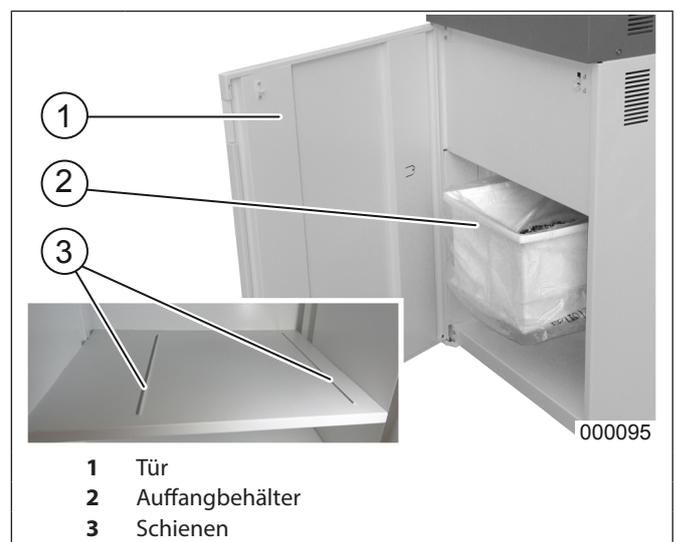

Abb. 5 Auffangbehälter
2. Plastiksack in den Auffangbehälter (Abb.5/2) einsetzen.
Entleeren Sie den Auffangbehälter (Abb. 5/2) wie folgt:
1. Tür (Abb. 5/1) öffnen.
6. Den Behälter wieder in die Maschine einsetzen. Den Behälter dabei zwischen den beiden Schienen (Abb. 5/3) korrekt positionieren und bis zur Rückwand schieben.